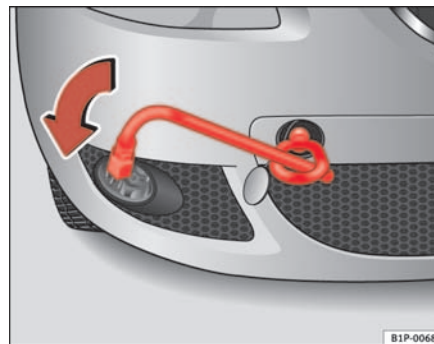
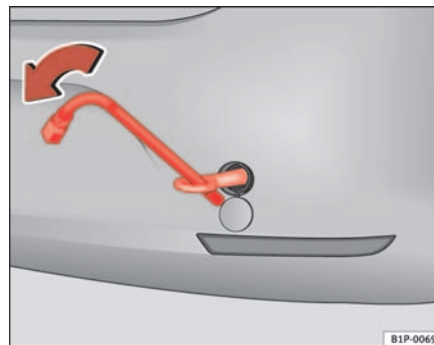

Abb. 174 Frontpartie rechts: Einschrauben der vorderen Abschleppöse
Abb. 175 Einschrauben der Abschleppöse hinten
- Schrauben Sie die Abschleppöse in Pfeilrichtung *links* herum bis zum Anschlag vorne ⇒ Seite 255, Abb. 174 oder hinten ⇒ Seite 255, Abb. 175 in die Gewindebohrung ein.